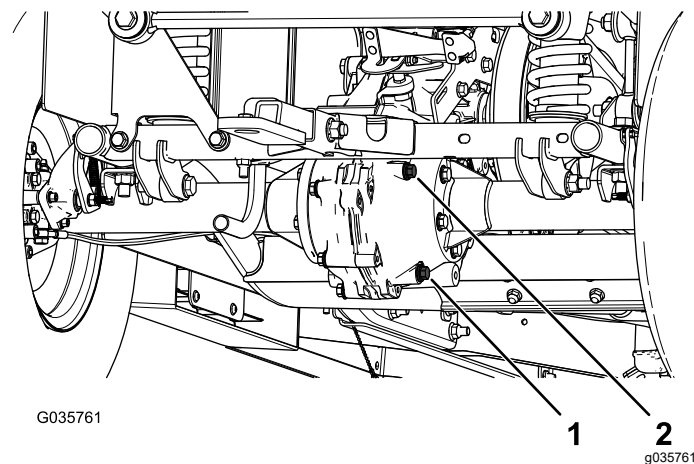

図 60
4. トランスアクスルについている補給プラグを外す(図 60)。
5. オイルの量が少ない場合は、補給プラグを取り、穴からあふれ出てくるまで所定のオイルを補給する 図 60。
1. ドレンプラグの下にオイルを受ける容器をおく 図 60。
2. トランスアクスルについている補給プラグとシールを外す 図 60。
3. ドレンプラグとシールを外してオイルが完全に抜けるのを待つ 図 60。